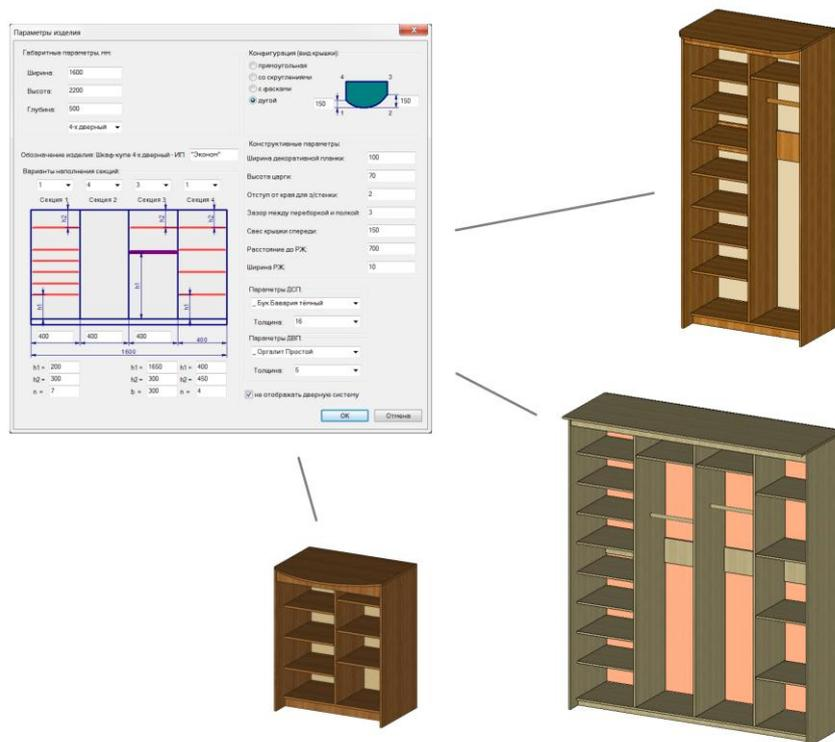

Рис. 6
3) Модели типовых нестандартных (заказных) изделий, получаемые на основе параметрических прототипов. Геометрические параметры таких моделей могут варьироваться в широком диапазоне размеров. Набор материалов, как правило, строго не ограничивается (рис. 6).